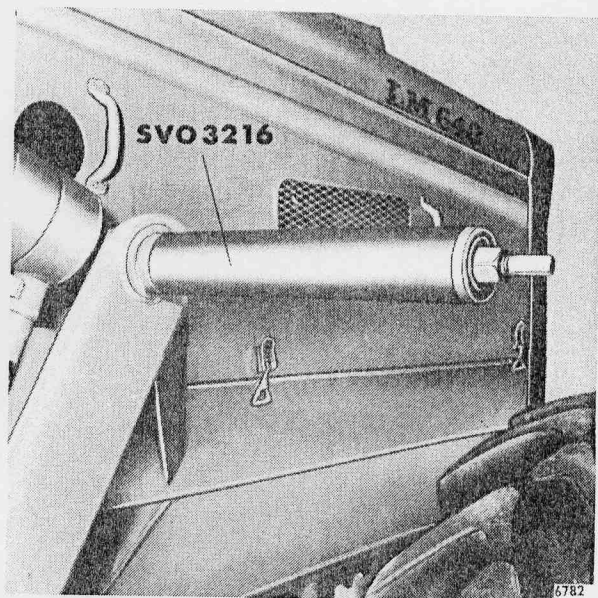

Fig 181.
4. Ta bort låsskruvarna och dra ut lagertapparna, se fig 181 och demontera cylindern.